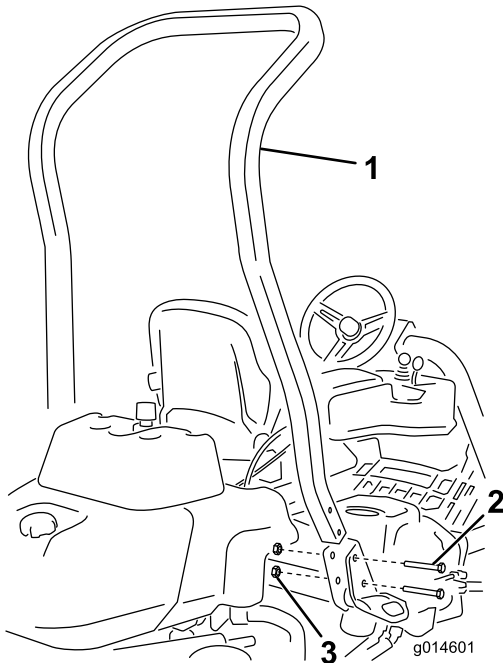

Figura 3
3. Instale la barra antivuelco en los alojamientos laterales de la máquina usando 4 pernos (1/2 x 3/4 pulgadas) y cuatro tuercas con arandela prensada (1/2 pulgada) (Figura 3)..